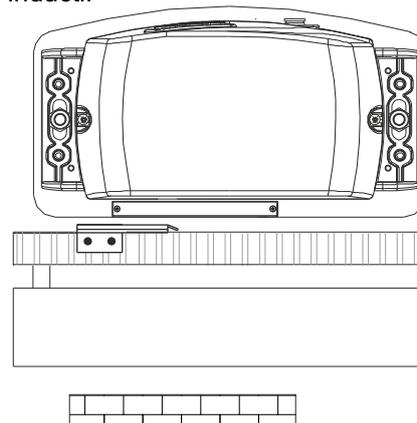
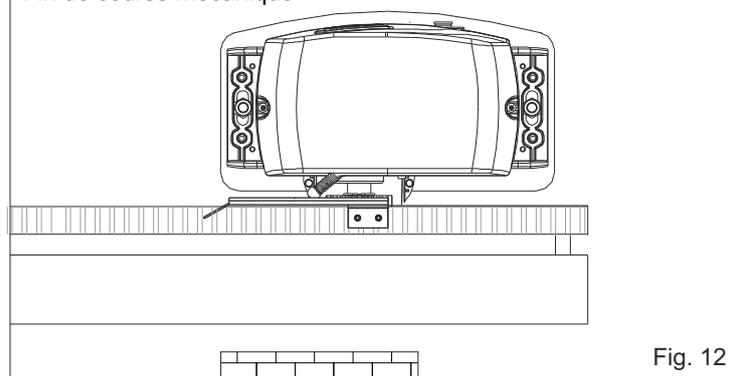
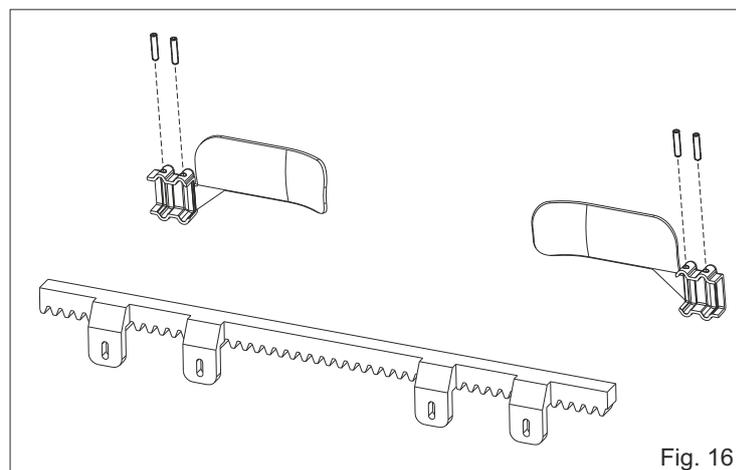

Fig. 13
Fig. 12
Fig. 16
- Positionner la plaque sur la crémaillère de façon d'avoir le fin de course (doigt en cas de fin de course mécanique (Fig. 12); flèche d'identification positionnée sur le coté supérieur en cas de fin de course inductif (Fig.13)) en correspondance du point X que se trouve à 50 mm du coté plié de la plaque (Fig. 14) et la fixer avec les vis en dotation (Fig. 15 - Fig.16).
- Positionner la plaque sur la crémaillère de façon d'avoir le fin de course en correspondance du point X que se trouve à 50 mm du coté plié de la plaque (Fig. 14) et la fixer avec les vis en dotation (Fig. 15 - Fig.16).